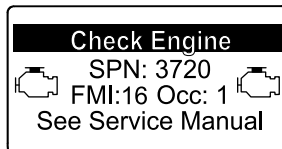

Figure 65
- Avertissement moteur SPN 3720, FMI 16 (Figure 65)